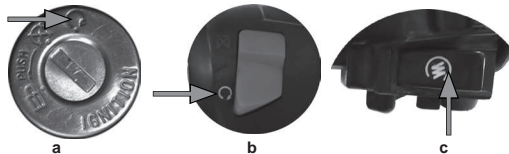

imagen 14. encendido de motor
5. Girar la llave a la posición . Ver imagen 14-A.
Ver imagen 14-B.
10. Oprimir el interruptor de arranque eléctrico para dar marcha al motor. Ver imagen 14-C.